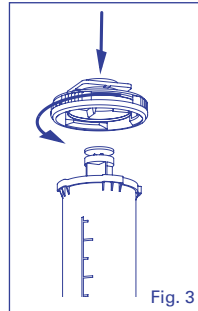

Fig. 3
- Red syringe needs adapter (7) supplied with the instrument to be fitted first (Fig. 3).
- Rote Spritzen müssen zuerst mit dem mitgelieferten Adapter (7) versehen werden (Abb. 3).